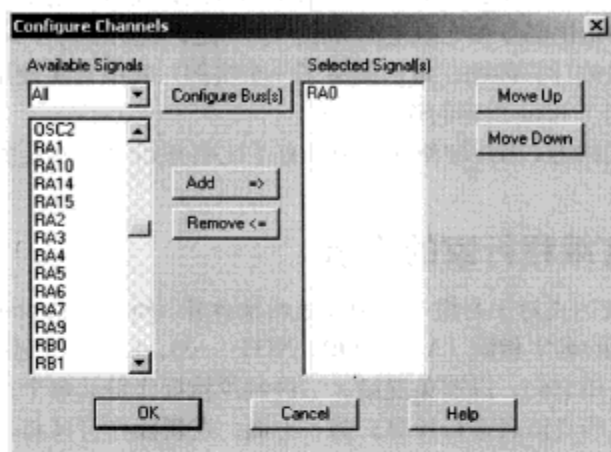

图 2-4 逻辑分析仪通道配置对话框
- (4) 单击 Channels 按钮,弹出通道选择对话框(见图 2-4)。
(5) 在这里,可以选择希望可视化观察的器件输出引脚。本例中,请选择 RA0,然后单击 Add=>按钮。
- (6) 单击 OK 按钮,关闭通道选择对话框。